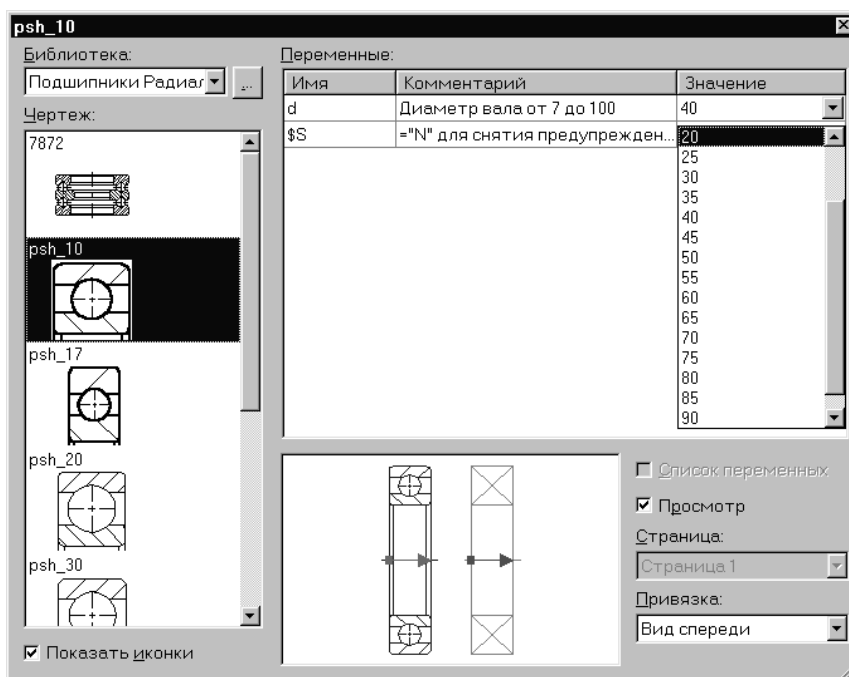

Рис. 1.30. Выбор требуемого подшипника и его параметров
Далее следует приступить к вставке фрагмента из библиотеки в чертеж. Открытие библиотеки возможно двумя путями. **Путь первый:** следует открыть библиотеку, используя команды меню **Файл | Библиотеки | Открыть библиотеку**. В появившемся окне «**Выбор библиотеки**» щелкнуть мышкой по пункту **Подшипники радиальные**. После этого появляется браузер-просмотрщик фрагментов выбранной библиотеки (рис. 1.30), в котором выберем фрагмент, например, PSH\_10.
**Путь второй:** можно воспользоваться кнопкой , расположенной на Инструментальной панели. На появившейся панели **Автоменю** выбрать кнопку . В появившемся диалоговом окне в пункте **Библиотека** выбрать **Подшипники радиальные** и далее требуемый подшипник. В таблице **Переменные** в колонке **Значение** следует выбрать требуемый диаметр вала (рис. 1.30). При этом обратите внимание в окне **Просмотр** на точку привязки и вектор вставляемого фрагмента: по осевой слева направо – именно так и надо вставлять изображение в чертеж. В завершение вставки нажмите либо **правую** кнопку мыши, либо клавишу <Esc>.